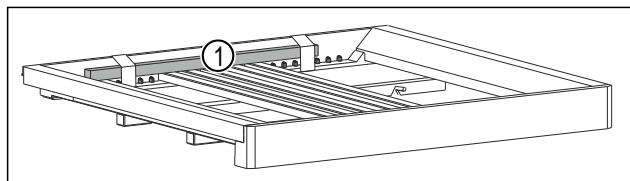

Fig. 47*
- Rimuovere l'asta in legno Fig. 47 (1)*